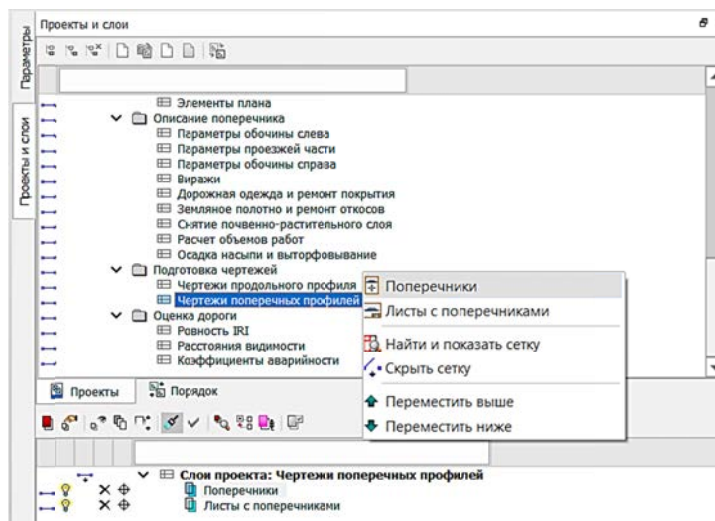

Рис. 6.30. Активация графы **Поперечники**
1. В окне **Профиль** на локальной панели **Проекты и слои** сделаем активным проект **Подготовка чертежей сетка Чертежи поперечных профилей / Поперечники** – щелчком правой кнопки мыши активируем **Чертежи поперечных профилей** и в выпавшем меню выбираем щелчком левой кнопки мыши **Поперечники** (рис. 6.30).